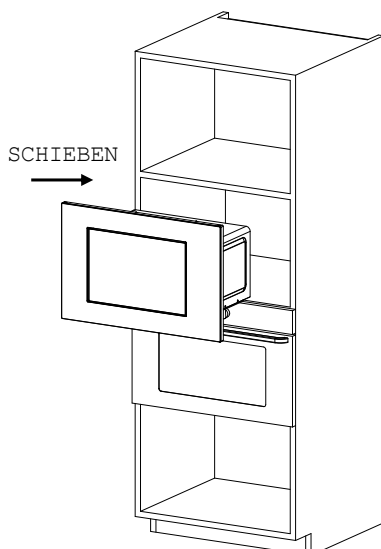

Abb. 1
② INSTALLATIONSANFORDERUNGEN:
a) Stellen Sie den Mikrowellenherd in den Einbauschränk und schieben Sie ihn bis zum Ende. (Abb. 1)